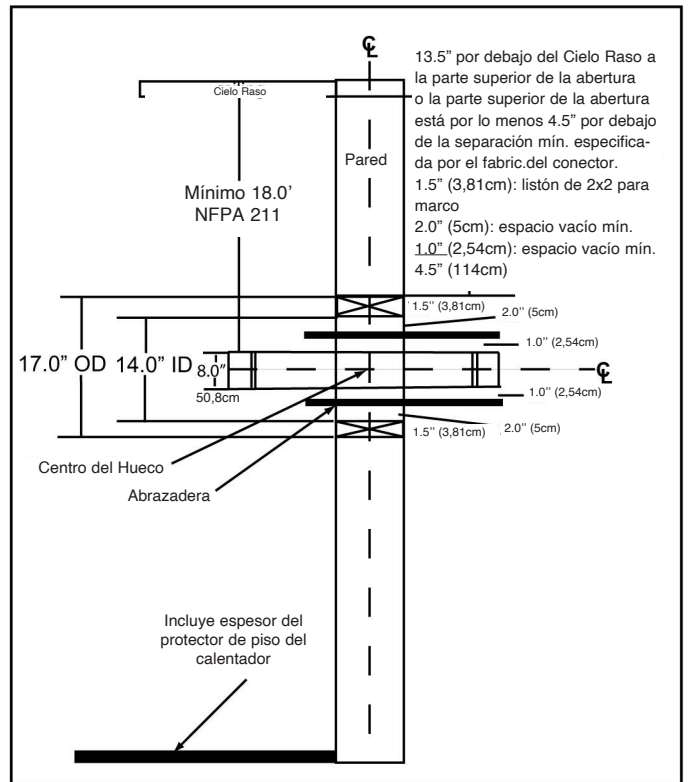

Figura 6.1
1. Abra la pared interior a la altura apropiada para que el conector de chimenea penetre en la chimenea de mampostería. **Figura 6.1.**
3. Construya un marco con medidas externas de 17 pulg.x 17 pulg. (432mm x 432mm) a partir de un listón para marco de 2 x 2, de tal manera que concuerde con la abertura en el muro. La abertura interior del marco no debe ser menor de 14 pulg. x 14 pulg. (356mm x 356mm). **Figura 6.1.**